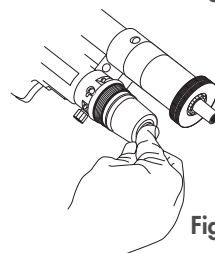

Figure 13
- 3) presser contre le réservoir en caoutchouc pour faire sortir l'air de l'orifice. Lorsque l'air est complètement évacué et on remarque la sortie d'huile (fig. 13), refermer le bouchon d'évacuation (L) par une clé Allen;
- 4) repositionner le bouchon du réservoir (I). Au besoin, répéter l'opération.